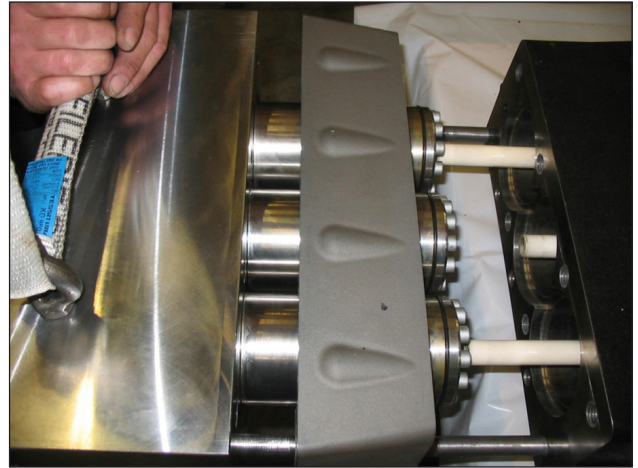

Fig. 97
Désassembler la tête et l'entretoise des chemises du carter de pompe (rep. ①, Fig. 97).